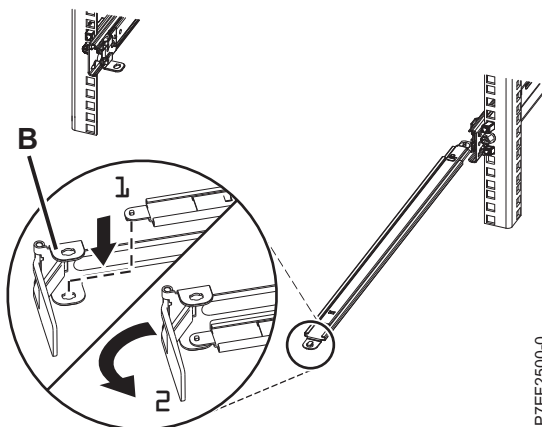

Figura 11. Fixando o Suporte de Parada da Organização de Cabos no Braço do Suporte
3. Localize o orifício no canto da parte interna do suporte de parada de gerenciamento de cabos em forma de L (B). Posicione a extremidade não conectada do braço do suporte de forma que a presilha de travamento no lado inferior de sua ponta seja alinhada com o orifício do suporte. Insira a aba no orifício (1) e gire o suporte (2) para prendê-lo ao braço de suporte. Para obter detalhes, consulte Figura 11.